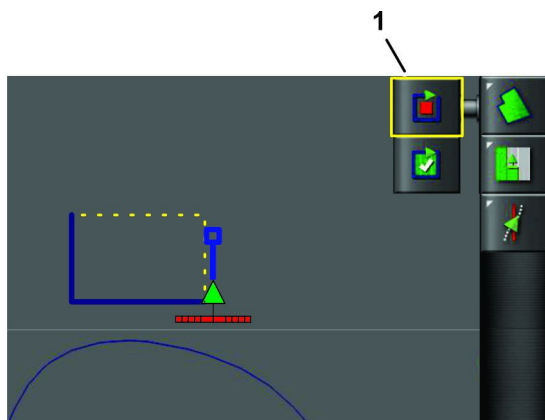

図 49
5. 残りの辺についても、ステップ3-4の作業を行い 図 49、図形を閉じる最後の点だけを残す。